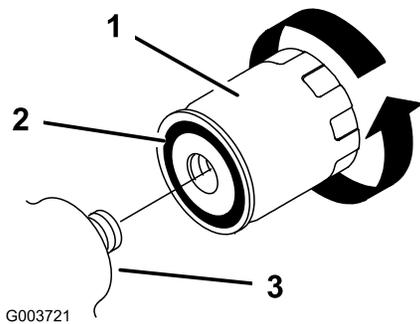

Bild 37
5. Entfernen Sie den alten Filter (Bild 37) und wischen Sie die Kontaktfläche am Filteradapter ab.
6. Ölen Sie die Gummidichtung am Ersatzfilter leicht mit Frischöl ein (Bild 37).
7. Drehen Sie den Austauschfilter auf den Filteradapter auf (Bild 37). Ziehen Sie ihn nach rechts fest, bis die Gummidichtung den Filteradapter berührt. Ziehen Sie ihn dann um eine weitere halbe Umdrehung an.